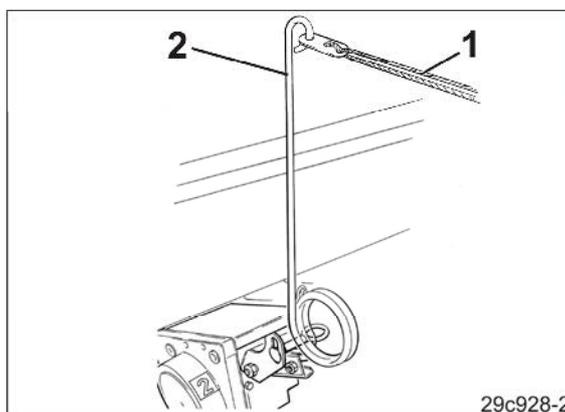

Fig. 89
3. sólo caja de distribución: tender el cable (Fig. 89/1) para accionar la palanca de mando (Fig. 89/2) en la cabina del tractor.